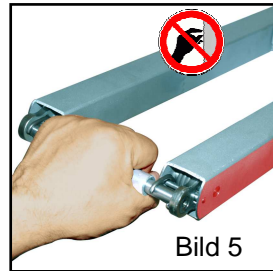

Bild 5
b) Beachten Sie unbedingt, dass die Hand beim Betätigen des Handkraftmessgeräts den schwenkbaren Handgriff (6) umfasst (Bild 5). Nur mit einer Hand den Handgriff (6) bedienen. Die Signale (1+7) werden nur durch die Kippbewegung des Handgriffs (6) ausgelöst. Nicht spannen, während die Hand an den Seitenholmen (2) aufliegt.